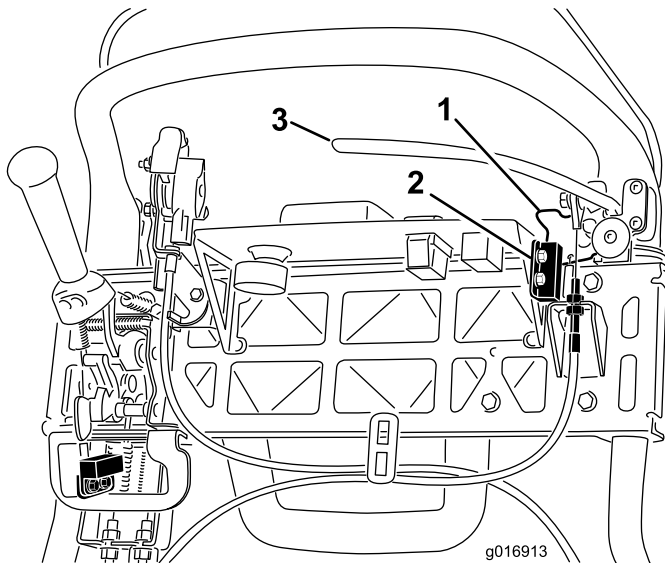

Bild 39
4. Lösen Sie die Befestigungsschrauben des Sicherheitsschalters (Bild 39).
5. Legen Sie eine 1,6 mm dicke Beilagscheibe zwischen den Feststellbremsriegel und den Sicherheitsschalter (Bild 39).
4. Lösen Sie zum Erhöhen der Kabelspannung die obere Kabelklemmmutter und ziehen die untere an (Bild 39), bis eine Kraft von 156 N zum Lösen des Feststellbremsriegels auf den Bremshebel aufgebracht werden muss. Stellen Sie die Bremse nicht zu fest ein, da das Bremsband sonst schleifen könnte.